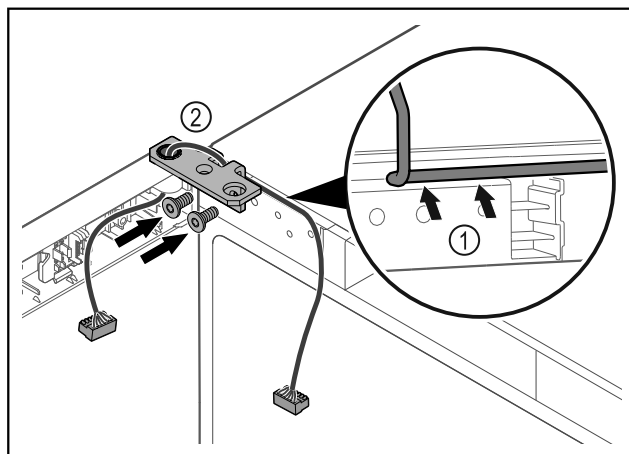

Fig. 43
- ▶ Kabel speljite skozi izrez tečaja kotnika in ga previdno zložite Fig. 43 (1).
- ▶ Privijte kotnik tečajev vrat Fig. 43 (2).